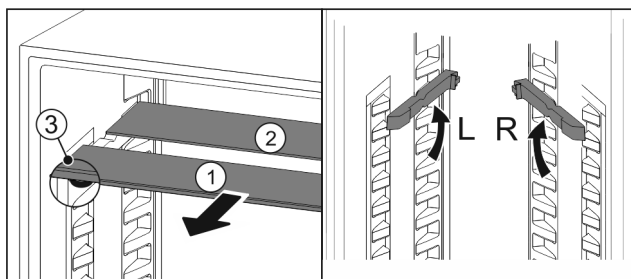

Fig. 108
- ▶ По одной извлеките Fig. 108 (1) стеклянные панели движением вперед.
- ▶ Стеклянная панель Fig. 108 (1) с декоративной планкой лежит спереди.
- ▶ Стопоры Fig. 108 (3) показывают вниз.